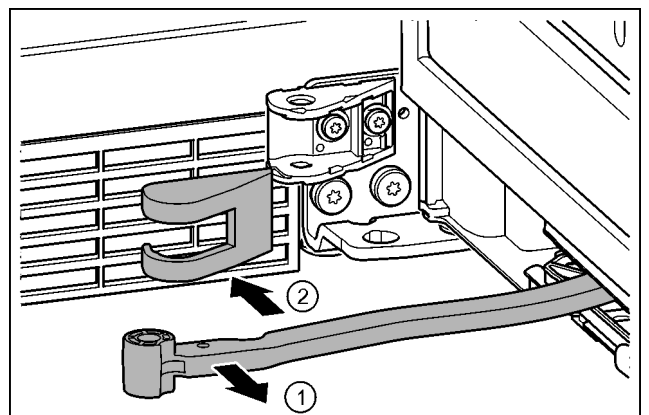

Fig. 16
- Gire la articulación en dirección de la puerta. *Fig. 16 (1)*
- Retire la cubierta del soporte de cojinete. *Fig. 16 (2)*